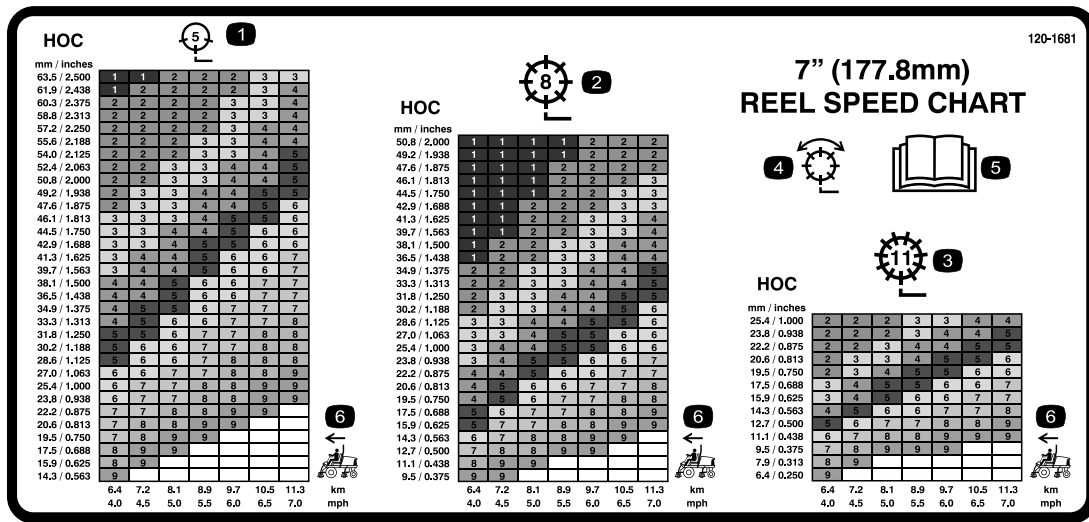

Figura 37
- Usando el gráfico apropiado de la pegatina (Figura 37), determine el ajuste correcto para la velocidad de los molinetes.